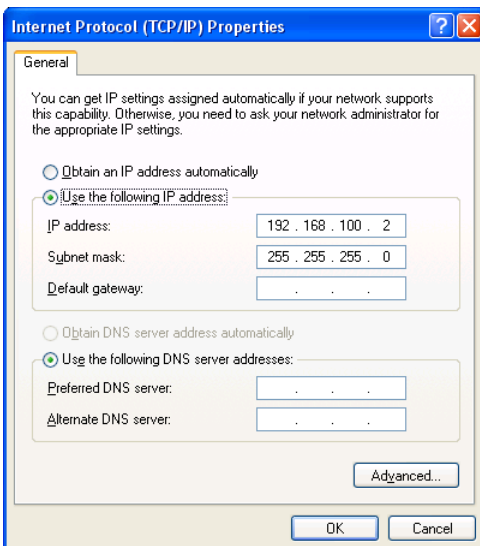

Fig. 2-27, Pantalla Propiedades de protocolo de Internet (TCP/IP), Windows XP
7. Se abre el cuadro de diálogo Propiedades del Protocolo de Internet (TCP/IP) (Fig. 2-27). Seleccione “Usar la siguiente dirección IP”. Introduzca los valores como aparecen (por ejemplo, dirección IP 192.168.100.2 y la máscara de subred 255.255.255.0). Anote la dirección IP y la máscara de subred actuales para luego poder retornar la computadora a su estado original.